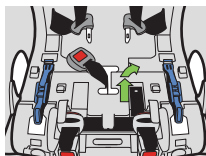
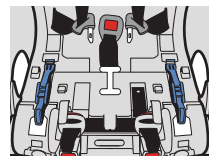

Figure 24
Figure 25
- Faites glisser la sangle d'entrejambe dans l'autre fente de la sangle d'entrejambe, tel qu'illustré dans la **Figure 24**, tout en vous assurant que le bouton de déverrouillage rouge de la boucle fait face à l'extérieur du siège, tel qu'illustré dans la **Figure 25**.